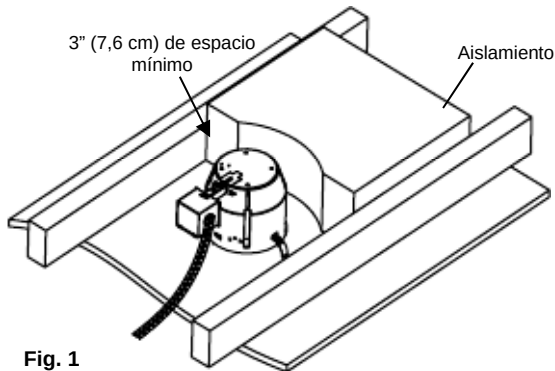

Fig. 1
NOTA: Esta lámpara tiene una carcasa de tipo No IC. No instalar aislamiento a menos de 5" (10,2 cm) de la carcasa. (Fig. 1) Además la carcasa debe instalarse a un mínimo de ½" (1,27 mm) de cualquier material inflamable, como vigas de madera o tableros de piso. La superficie del techo es una excepción a este requisito y puede entrar en contacto con la parte inferior de la carcasa.
2. Descarta cualquier aislamiento de modo que dejes los 3" (7,62 cm) de espacio especificados en la sección de **PRECAUCIÓN** que está al principio de estas instrucciones. (Ver Fig. 1)